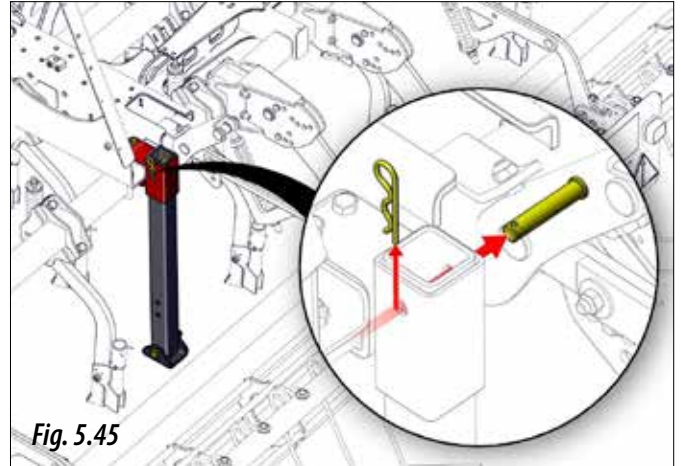

Fig. 5.45
- 1- Enlever la goupille et le goujon (figure 5.45) pour libérer le pied.